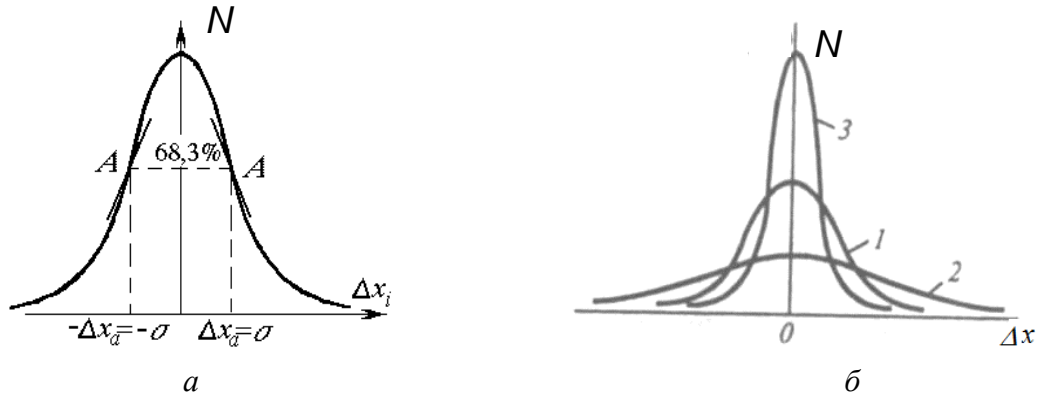

Рис. 3.1. Нормальный закон распределения отклонений от среднего арифметического (а), вид нормального закона для разных СКО (б)
1.3. Нормальность закона распределения измеренных значений характеризуется тем, что разные отклонения измерений от среднего арифметического отличаются по следующей закономерности: с уменьшением величины отклонения их количество увеличивается (рис. 3.1, а).
На этом графике случайное отклонение  $\Delta x = x_i - \bar{X}$ , где  $x_i$  – измеренные значения;  $\bar{X}$  - среднее арифметическое;  $N$  - количество (вероятность появления) этих отклонений (в %). Чем больше разброс измеренных значений относительно среднего арифметического, тем шире кривая распределения (рис. 3.1, б).